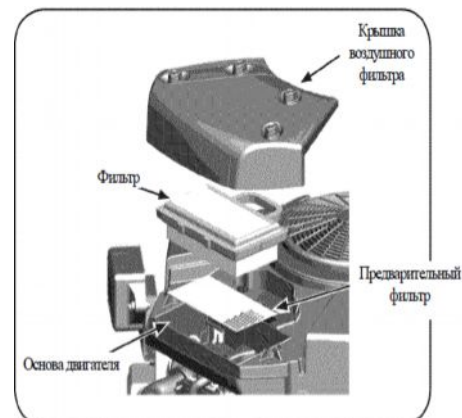

Рис. 21
2. Достаньте бумажный картридж. См. Рис. 21.